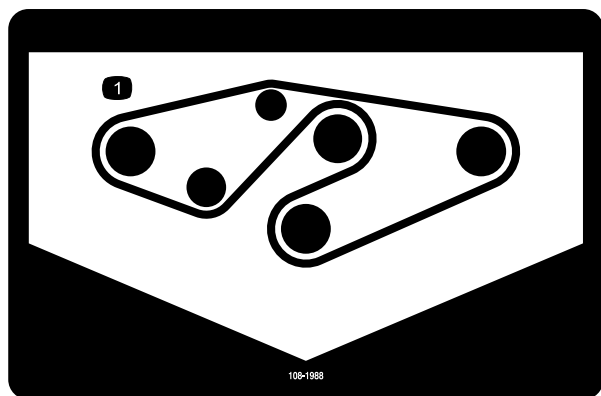

図 35
4. 図のように、スピンドルプーリとアイドルプーリに新しいベルトを回しかける 図 35。